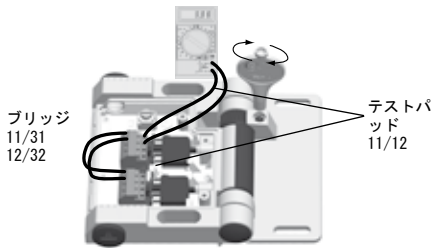

図5
3. 端子11を31で、端子12を32で、両NC接点をブリッジ接続して下さい。(図5)
4. NC接点11/12の端子に導通テストを接続するか、あるいは、端子のテストパッドを使用して下さい。(図5)